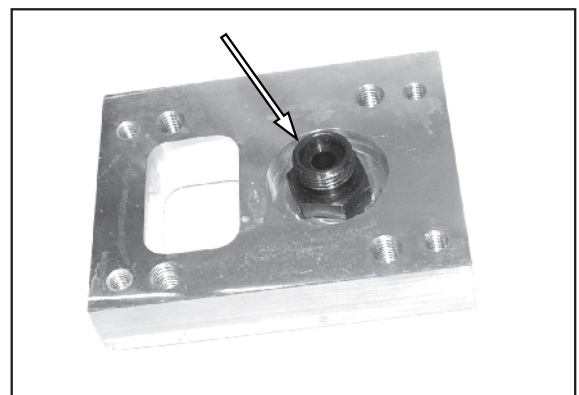

Abbildung 66.
2. Siehe Abbildung 66. Verbindungsventil entfernen.